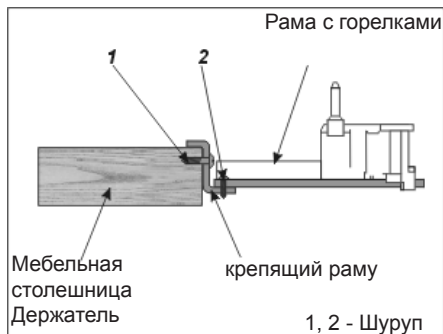
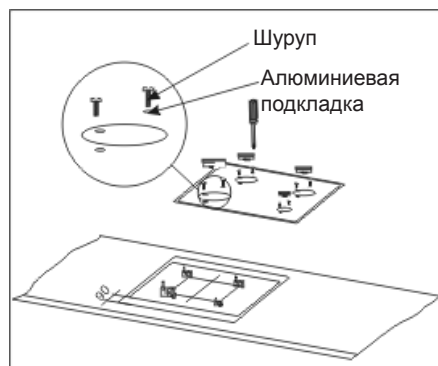
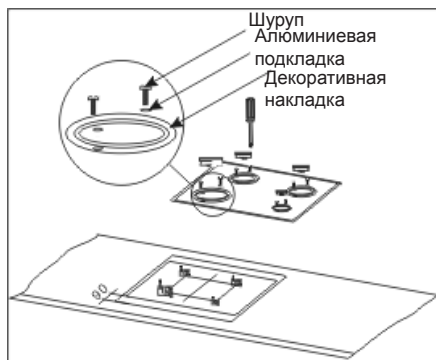

Рис.3
Рис.5
Рис.6
3. Освободить шурупы номер 2 рис. 3.
6. Передвинуть раму с горелками для получения размерной согласованности 90 мм (рис.5) и в этой позиции заблокировать раму с горелками шурупами номер 1 (рис. 3) в отверстии столешницы.
8. На раму с горелками установить рабочую плиту и прикрутить ее к горелкам 8-ью шурупами с подкладкой М-3 (рис. 5).
6. Передвинуть раму с горелками для получения размерной согласованности 90 мм (рис.6) и в этой позиции заблокировать раму с горелками 4 шурупами номер 1 (рис. 3) в отверстии столешницы.